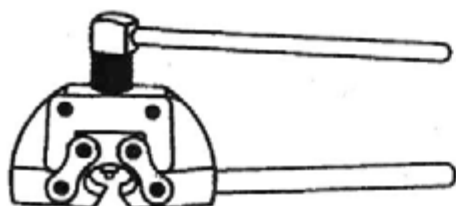

Рис. 38. Съемник для распрессовки осей звеньев цепи газораспределения
- разъедините одно звено цепи с помощью съемника (рис. 38) и проверьте длину цепи, растянутой усилием 14 кг. Длина на участке, равном 50 звеньям, не должна превышать 480 мм.